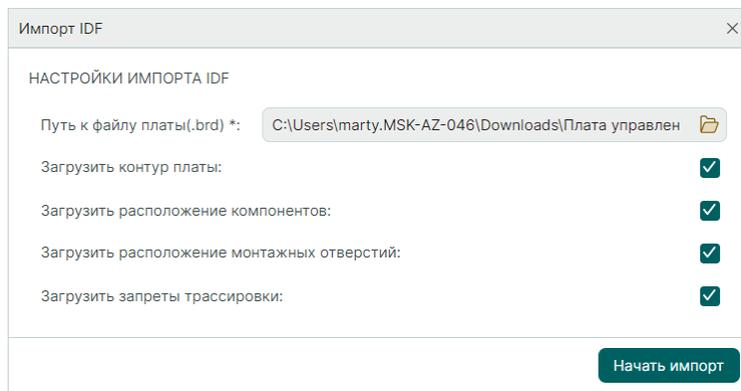

Рис. 102 Параметры импорта
4. Задайте параметры импорта. Установите флаги в поля рядом с наименованиями объектов платы, информация о которых должна быть загружена, см. Рис. 102: